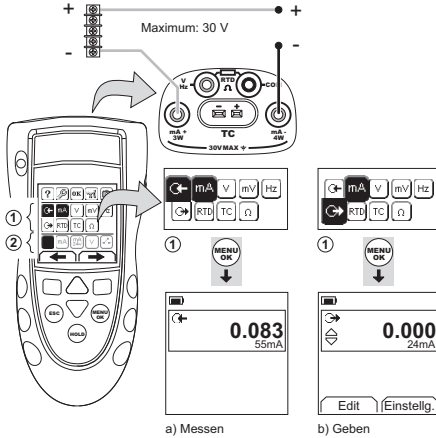
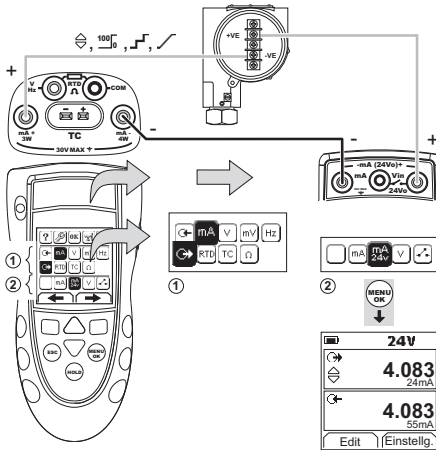
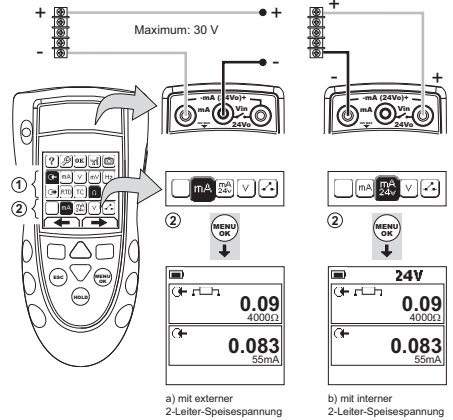

Abbildung 1: Beispielkonfiguration: Strom messen / geben mit externer 2-Leiter-Speisespannung (Bereich ①)
Abbildung 2: Beispielkonfiguration: Strom geben mit interner 2-Leiter-Speisespannung (Bereich ①)
Abbildung 3: Beispielkonfiguration: Strom messen (Dualfunktion, Bereich ②)
1. Schließen Sie das Gerät an (Abbildung 1, Abbildung 2 oder Abbildung 3) und ändern Sie ggf. die Option Konfig. (Tabelle 1).